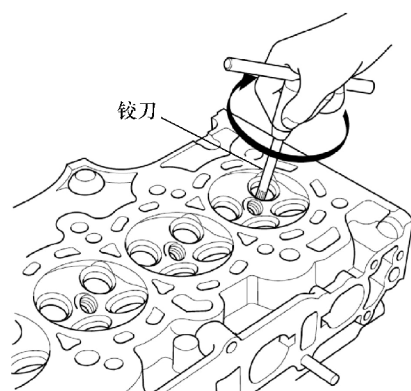

图 10-35 铰削气门导管
11) 将铰刀顺时针旋转至彻底达到气门导管孔的深度, 如图 10-35 所示。